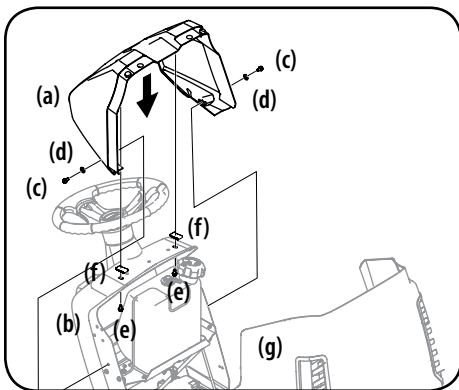

Figura 2-22
- Si la cubierta del tablero (a) se envía suelta, el hardware para la fijación de la cubierta guión (a) se envía instalado en la cubierta guión (a) y el guión (b). Retire los dos tornillos (C) y las arandelas (D) del guión (g) y dos tornillos (e) y (f) los clips de la cubierta del guión (b). Vea la Figura 2-22.
- Montar la cubierta del tablero (a) y alinee los orificios de montaje. Utilizando los tornillos (C / E), arandelas (d) y los clips (f) instalar la cubierta guión (a) y ajustado los tornillos (c) de modo que la cubierta guión (a) se puede ajustar. Vea la Figura 2-22.
- Cerca de la campana y alinee la cubierta guión (a) a la campana (g), dejando un espacio uniforme entre la campana (g) y la cubierta guión (a). Vea la Figura 2-22.
- Levante el capó (g) y apretar los tornillos (c/e) que sujetan la cubierta del tablero (a) en el tablero (b). Vea la Figura 2-22.